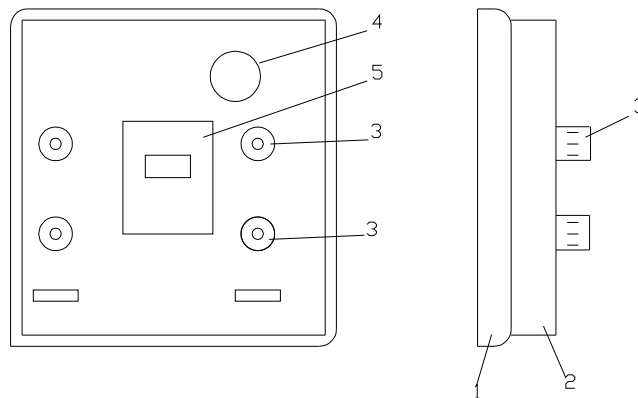

Fig. 10.5. Tablou tip apartament
Tablourile de apartament, tip 2C și tip 3C sunt protejate cu mască metalică sau din material plastic. Tipul 3C se poate echipa cu 3-4 circuite monofazate de 25 [A]. Astfel de tablouri se folosesc numai în încăperi uscate. Tabloul de apartament (fig.10.5.) conține un stelaj metalic (1), mască din PVC (2), siguranțele (3), clopotul și transformatorul de sonerie (4), contorul (5).